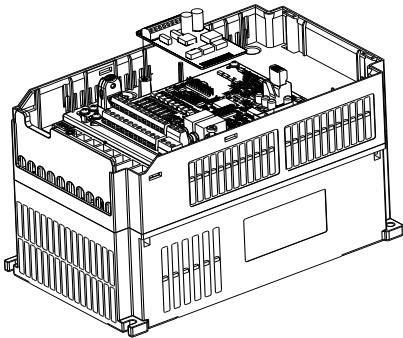

图 c-1
- 3) 通过 PG 反馈卡 20Pin 排母 J2 与控制板的排针 J3 连接（注意卡扣到位，安装端正）。图 C-1 安
- 1) 按照图 C-1 安装方式安装 PG 卡